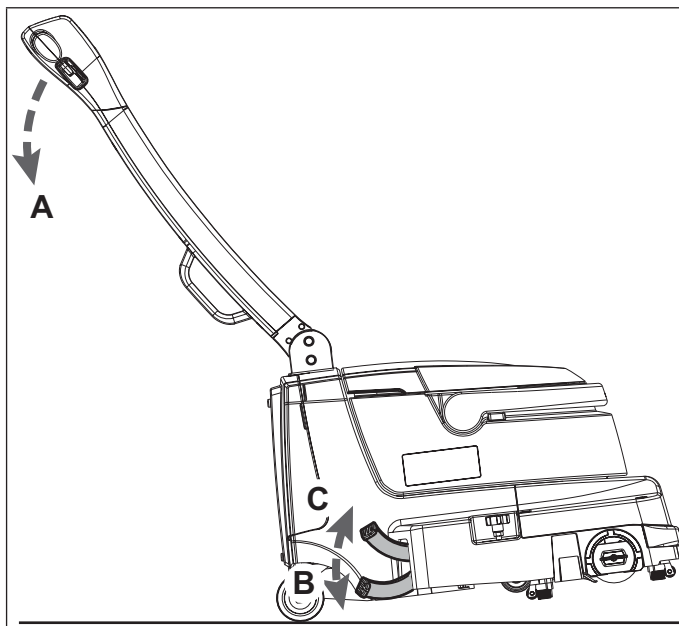

Рис. 1
Чтобы облегчить использование педали парковки (10), слегка поднимите переднюю часть машины. Для этого нажмите руками на ручку управления, используя ее как рычаг (А, Рис. 1).
1. Положив руки на ручку управления (А), слегка поднимите переднюю часть машины, затем нажмите педаль (В, Рис. 1). В этом состоянии передние колеса (11) опираются на пол и блок щетки/швабры поднят.